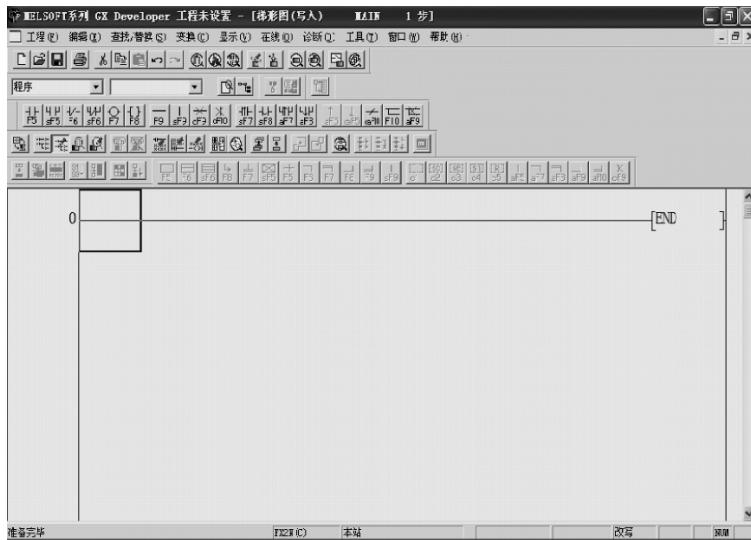

图 1-7 编程软件主界面
根据实际的 PLC 类型选择所需的型号, 本书所用的 PLC 为三菱 FX2N 型, 在“PLC 系列”栏选择“FX CPU”; “PLC 类型”栏选择“FX2N (C)”; “程序类型”选项组选择“梯形图”单选按钮; 如果想改变新工程名, 则在“工程名设定”文本框中选中“设置工程名”前的复选框, 改变工程名和工程保存的默认路径。各项内容选择完成后, 单击“确定”按钮, 出现 GX Developer 程序编辑的主界面, 到此就可以进行梯形图编程, 如图 1-7 所示。